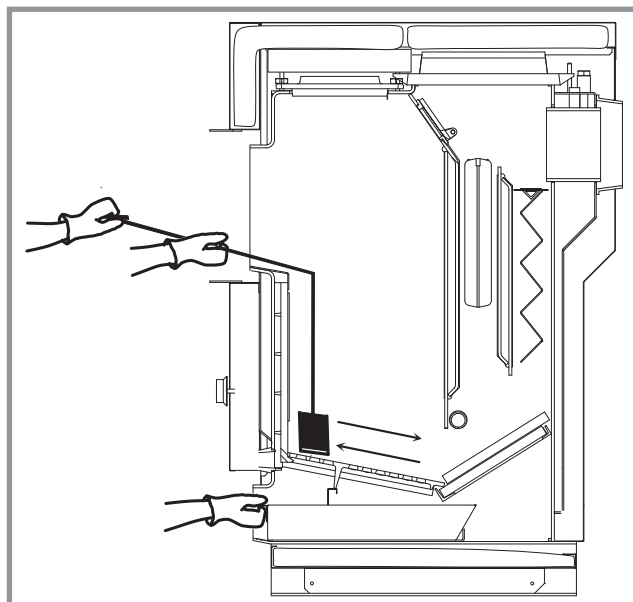

Figure 16 - Décassage de la grille
• **Tous les jours** : Décasser la grille à l'aide de l'outil spécial (fig. 16).